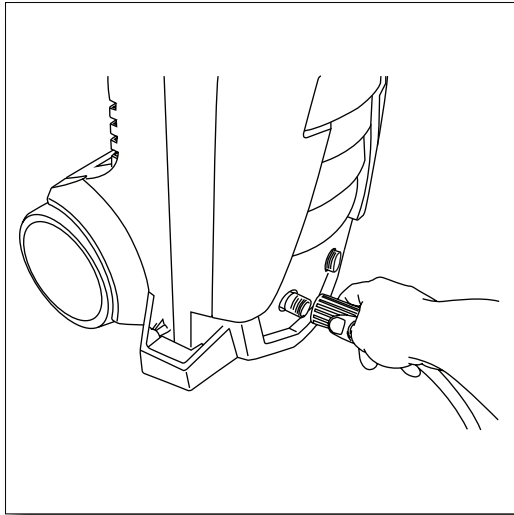

Fig. 4
- Atornille la manguera de presión alta hacia la derecha en el lado izquierdo inferior de la unidad (Fig. 4). Retire el casquillo e inserte el conector con el anillo tórico en la toma de agua hasta que este quede insertado firmemente. No utilice alicates ni tenazas de sujeción para presionar. Si al apretar le toma menos de 6 vueltas, usted no ha presionado la manguera de forma adecuada. Para asegurarse de que todo este ensamblado correctamente, solamente inspeccione la hidrolavadora desde su posición frontal. Si no se presiona la manguera de presión alta adecuadamente, esta puede deslizarse o soltarse inmediatamente al encender la unidad. Si esto ocurre, no debe preocuparse por daños: solo reinstale y tenga más cuidado al atornillar la manguera en su lugar.